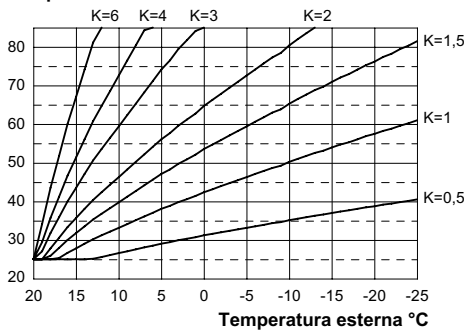
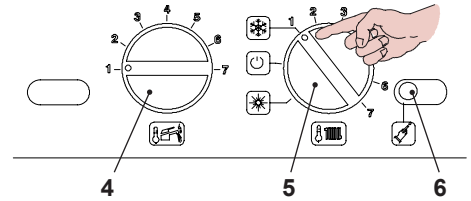

Fig. 5.53
Fig. 5.54
Quando si installa la sonda esterna bisogna impostare questo parametro in base al rendimento dell'impianto di riscaldamento per ottimizzare la temperatura di mandata (Fig. 5.53). Es. Per avere una temperatura di mandata all'impianto di riscaldamento di 60°C con una esterna di -5°C si deve settare un K di 1,5 (linea tratteggiata in Fig. 5.53).
- Posizionare le manopole 4 e 5 indicato in Fig. 5.54.
- Per settare il coefficiente K, determinato dalla Fig. 5.53 bisogna entrare in programmazione premendo per 15 secondi il pulsante di ripristino 6, in Fig. 5.54 fino alla comparsa del parametro **P01** sul display LCD; sul display LCD compare la seguente visualizzazione (la sequenza **P01** si alterna a ---).
- Premere il pulsante di ripristino 6, in Fig. 5.54, per lo scorrimento dei vari parametri sino al raggiungimento del parametro **P15**
ad un massimo di **255** in base alla curva scelta del coefficiente K in Fig. 5.53.